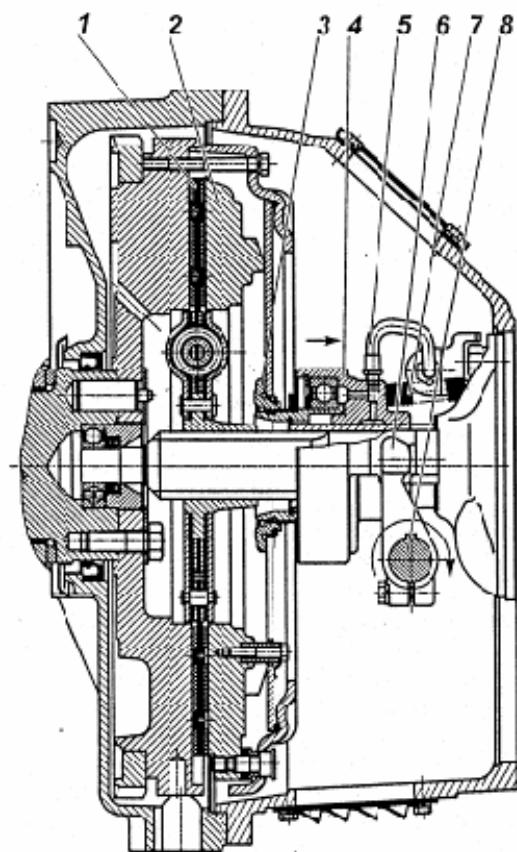
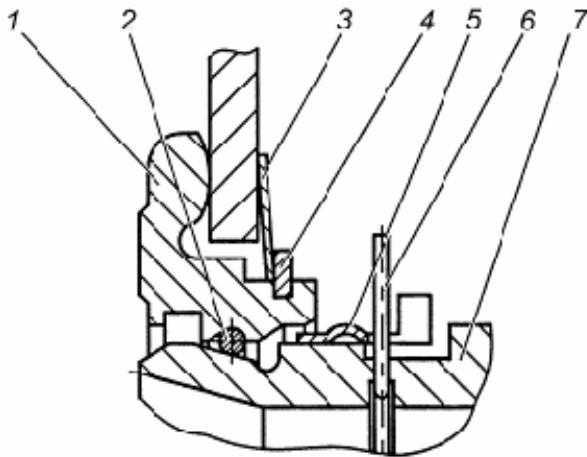

Рис. 99. Сцепление:
Рис. 101. Запорное устройство:
Диафрагменное сцепление (рис. 99) состоит из ведущих и ведомых частей, а также деталей механизма выключения сцепления, устанавливаемых в картер сцепления.
Механизм выключения сцепления состоит из муфты 4 (рис. 99) с подшипником, вилки 6 и валика 8. Муфта соединена через упорное кольцо 3 с диафрагменной пружиной с помощью запорного устройства.
Оттяжная пружина 7 (рис. 99) исключает проворот и осевые перемещения втулки 7 относительно упорного кольца 1 (рис. 101). По мере износа фрикционных накладок муфта выключения сцепления 4 перемещается вместе с пружиной в сторону маховика, при этом конструкция привода выключения сцепления автомобиля или другого транспортного средства обеспечивает поворот вилки 6 (рис. 99) по часовой стрелке после выбора зазора между лапками вилки и муфтой за счет периодической регулировки привода или постепенный поворот за счет конструкции гидропривода.
Конструкция запорного устройства показана на рис. 101. Она включает в себя упорное кольцо 1, втулку подшипника муфты 7 с фасонной канавкой, пружинное кольцо 2 круглого сечения, а также замковое кольцо 5. Упорное кольцо 1 устанавливается на диафрагменную пружину при сборке нажимного диска с кожухом и удерживается за счет пружинной шайбы 3 и стопорного кольца 4. На рисунке муфта заперта (соединена) с упорным кольцом. Внутри втулки подшипника муфты 7 установлено предохранительное кольцо 6, имеющее снаружи выступающий ус, препятствующий случайному рассоединению муфты выключения сцепления и упорного кольца 1.
Выключение сцепления обеспечивается поворотом вала по часовой стрелке. Допустимое направление перемещения муфты и поворота вала для выключения сцепления показано на рис. 99 стрелками. Перемещение муфты и поворот вала в обратном направлении не допустимо.
- 5 С помощью специальной оправки сцентрировать кольцо 3 (рис. 101) относительно оси коленчатого вала двигателя.
- 2 Убедиться, что муфта выключения сцепления отведена до упора в крышку подшипника первичного вала коробки передач пружиной 7 рис. 99.
Проверка качества установки сцепления (отсутствие "ведения", контроль величины крутящего момента на валу вилки) осуществляется на неработающем двигателе. Для этого необходимо повернуть вал вилки на угол  $9^{\circ}30'...11^{\circ}$  по часовой стрелке, что соответствует перемещению муфты на 11...13 мм от двигателя. При этом выходной вал коробки передач, при включенной передаче, должен вращаться при приложении крутящего момента не более 5 Н·м (0,5 кгс·м). Поворот вала вилки выключения сцепления по часовой стрелке показан на рис. 99.
- 4 Совместить полукруглый паз на муфте выключения сцепления в передней ее части с выступающим усом предохранительного кольца 6 (рис. 101) и, утопив его каким-либо предметом, удерживать в утопленном положении через центральное отверстие муфты выключения сцепления.